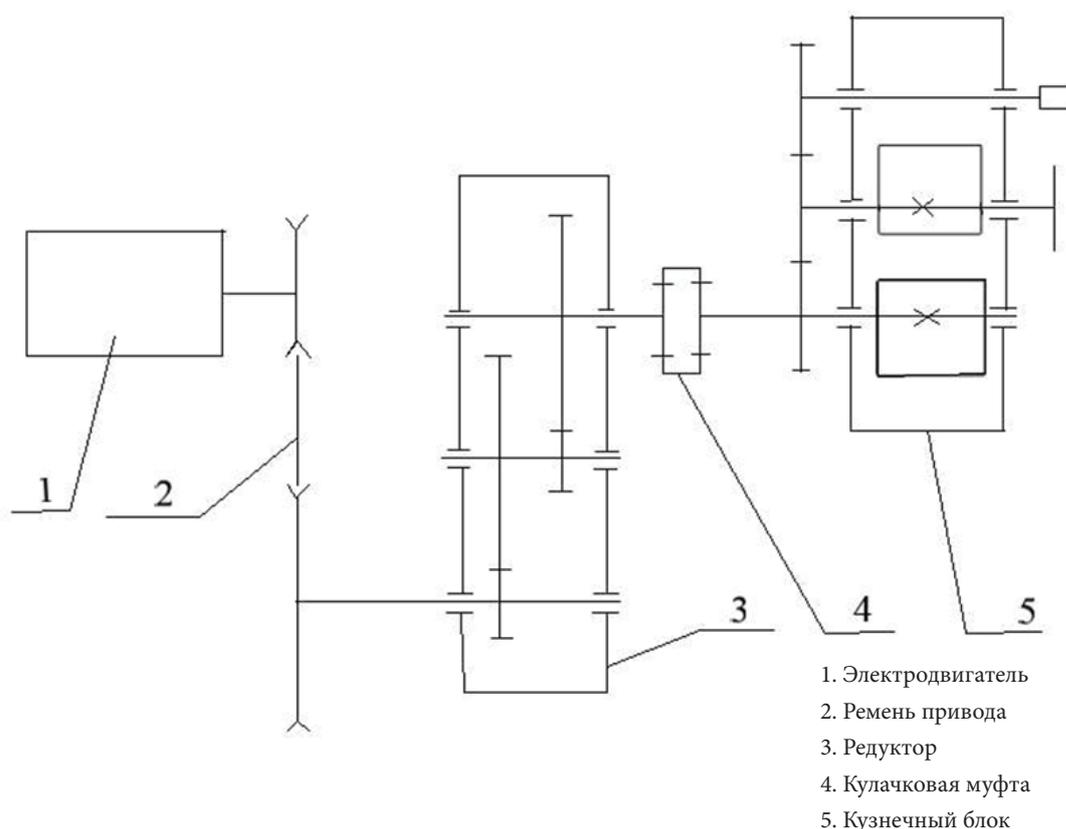

Рис. 2. Кинематическая схема.
4.2 Изображение механической части приведено на Рис. 2.
4.4 Принцип действия изделия (см. рис. 2.).
Приложение: кинематическая схема станка (Рис. 2.).